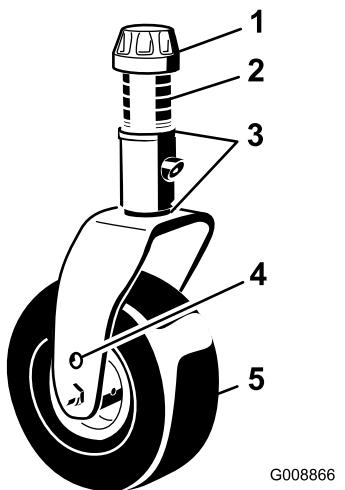
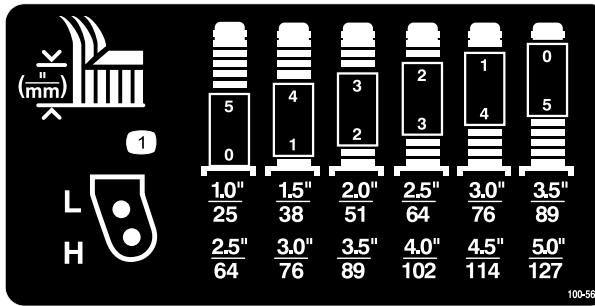

Figura 6
Figura 7
2. Coloque los ejes de las ruedas giratorias en el mismo taladro en ambas horquillas. Consulte Figura 6 y Figura 7 para saber cuáles son los taladros adecuados para esta configuración.
3. Retire el casquillo tensor del eje (Figura 6) y deslice el eje fuera del brazo de la rueda giratoria. Coloque los 2 suplementos ($\frac{1}{8}$ ") en el eje de la misma forma que en la instalación original. Estos suplementos son necesarios para obtener el mismo nivel en toda la anchura de las unidades de corte. Coloque el número adecuado de espaciadores de 1,25 cm (consulte la tabla siguiente) en el eje para conseguir la altura de corte deseada, luego coloque la arandela en el eje. Consulte Figura 7 para saber la combinación de espaciadores para esta configuración.